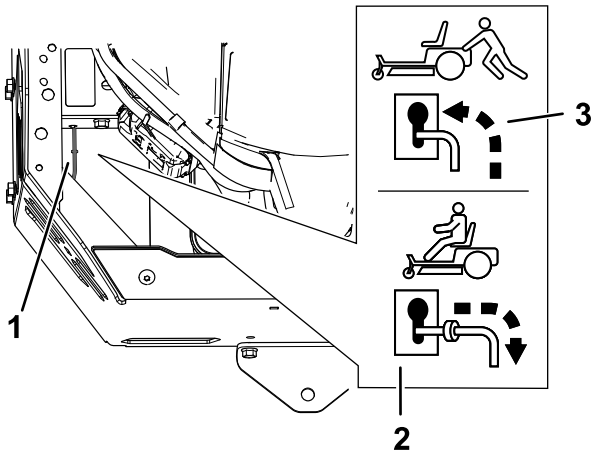

Figura 30
4. Mueva las palancas de desvío hacia delante a través del orificio y hacia abajo para bloquearlas en esa posición (Figura 30).